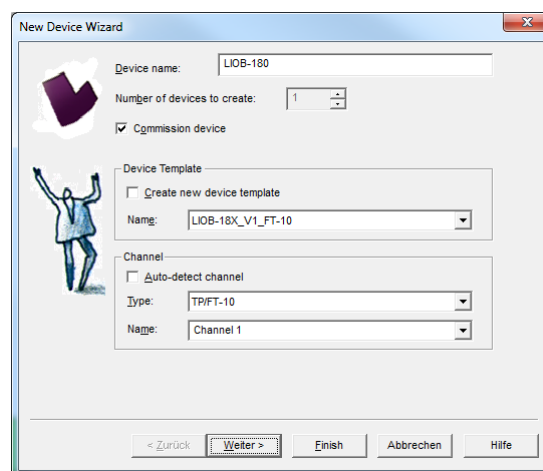

Abbildung 95: Erstellen Sie ein neues Gerät in der Zeichnung
1. In der LonMaker-Zeichnung ziehen Sie eine Geräteschablone in die Zeichnung. Geben Sie einen passenden Namen ein, wie in Abbildung 95 gezeigt wird.